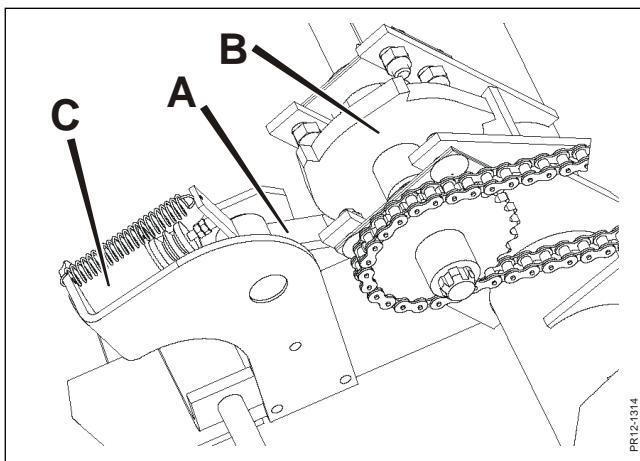

Fig. 5-3
**Fig. 5-3** Efter at metallet er detekteret sendes et signal, så spændingen på magnetspolen **C** kobles fra. Herved aktivereres klinken **A**, så den går i indgreb med klinkehjulet **B** og indføringen blokeres straks. Samtidig går reversfunktionen i neutral.